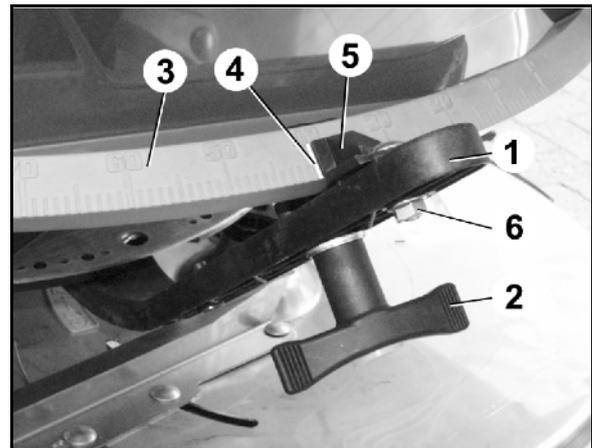

Fig. 84
2. Dosierschieber mittels Stellhebel (Fig. 84/1) öffnen.
4. Stellhebel auf der Skala (Fig. 84/3) bis zum Anschlag an den Bolzen verschwenken.
5. Stellhebel mit Drehgriff (Fig. 84/2) feststellen.
6. Sechskant-Schraube (Fig. 84/6) lösen. Den Zeiger (Fig. 84/5) auf den Skalenwert "8" ausrichten und mit Sechskant-Schraube feststellen. Ablesekante des Zeigers ist (Fig. 84/4).